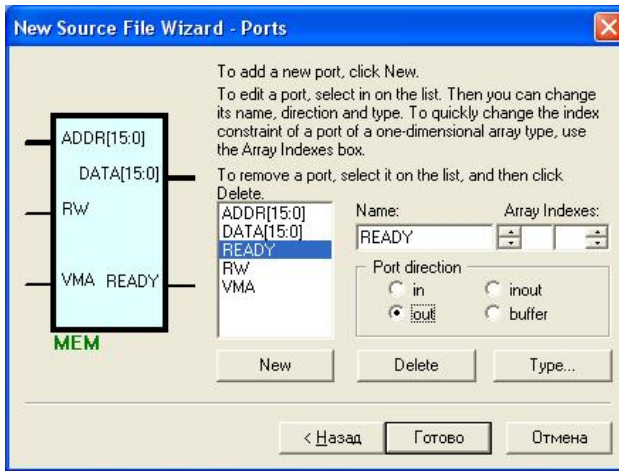

Рисунок 2.6 – Створення портів
2.2.3 Пам'ять повинна мати порти, що були описані в табл.1.2. Щоб додати новий *порт* (сигнал) в модель, клацніть кнопку **New**, надрукуйте ім'я сигналу в полі імені і оберіть напрям його розповсюдження (**in** – для входів, **out** – для виходів, **inout** – для двонаправлених портів). Якщо порт багаторозрядний (з'єднаний із магістраллю), треба вказати його розрядність за допомогою опцій **Array Indexes**, як показано на рис. 2.6. Кнопка **Type** дає змогу змінювати тип сигналу (залиште типи **STD_LOGIC** і **STD_LOGIC_VECTOR**). За допомогою кнопки **Delete** можна видаляти помилковий запис.